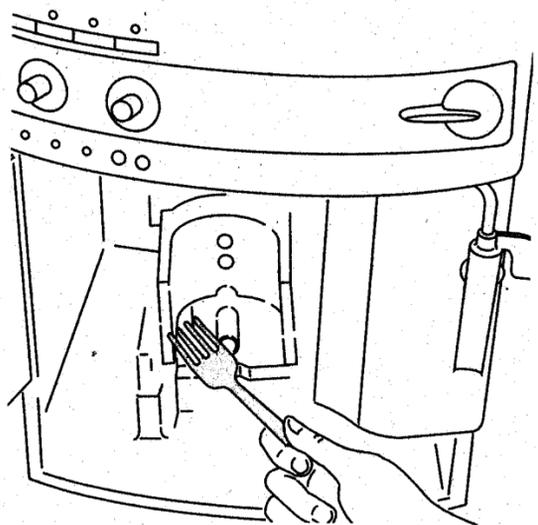

Рис. 30
- Для того, чтобы удалить кофе, прилипший к внутренней части, соскоблите его вилкой, рис. 30, а затем при помощи пылесоса удалите всю грязь, рис. 31.